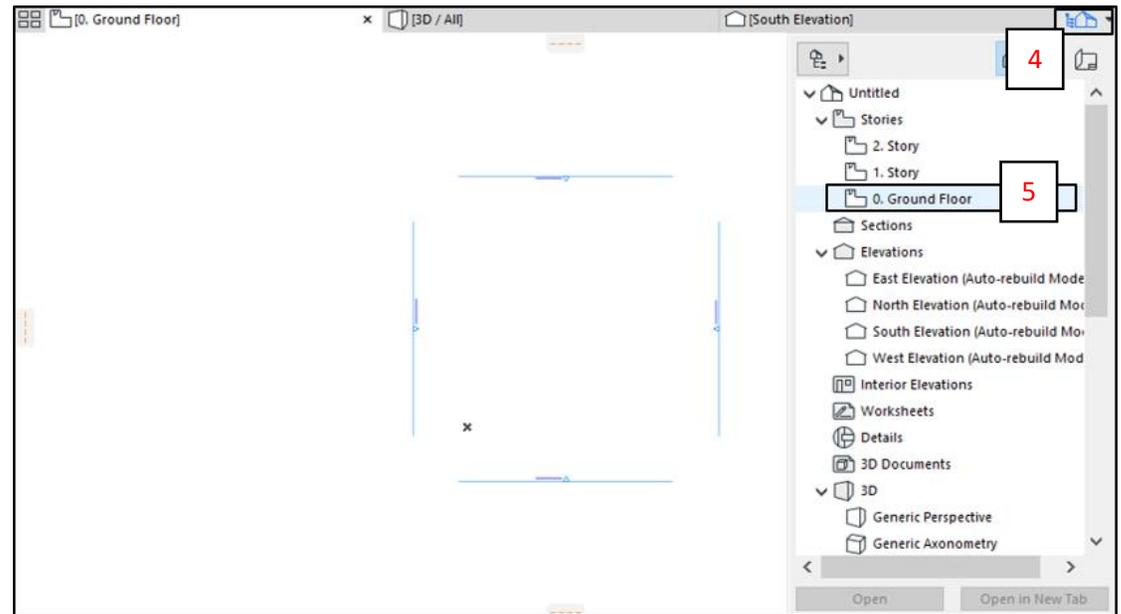

**Fig. 5**
- A. Ir a la *Barra de Menús File* (1) > **Open** (2) > **Open** (3) y abrir el Proyecto de Usuario. (Fig. 5)